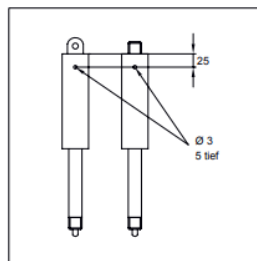

Bild 2 - Starr/Federnd blockierbare Gasfeder (Type S & Type F)
- 2) Starr/Federnd blockierbare Gasfeder Type S & F: Bohrung gemäß Bild 2 ca. 25 mm vom Zylinderboden anbringen.